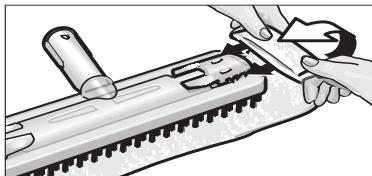

Fig. 3 : fixation de la serpillière
- Fixez la serpillière (G3) sur la buse pour sol (G1). Pliez pour ce faire la serpillière dans le sens de la longueur et posez la buse pour sol dessus. Tirez l'une après l'autres les extrémités dépassant de la serpillière sous les agrafes de retenue (G2) (voir fig. 3).